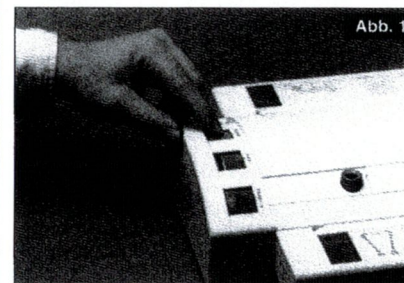

Abb. 1
- Netzschalter (1) einschalten.
- Über den Patientenschalter (15) die Bewegungsschiene in ihre Einstellposition bringen. Die beiden entlang der Schiene beweglichen Schlitzen stehen dabei in Höhe der Markierungsflächen (16).
- Den gewünschten Bewegungsumfang an den Drehknöpfen für Extension (2) und Flexion (3) einstellen (Abbildung 1) - die Geschwindigkeit der Bewegung am Drehregler (4) anwählen.
- Die gewünschte Pause am Umkehrpunkt der Laufrichtung mit Drehknopf (5) einstellen.